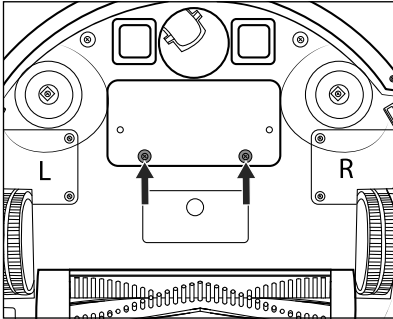

Abb. 16
- 1) Lösen Sie die beiden Schrauben der Akkufachabdeckung 29 (siehe Abb. 16) an der Geräteunterseite mit einem Kreuzschlitzschraubendreher und entfernen Sie diese vom Gerät. Nehmen Sie die Akkufachabdeckung 29 vom Gerät ab.